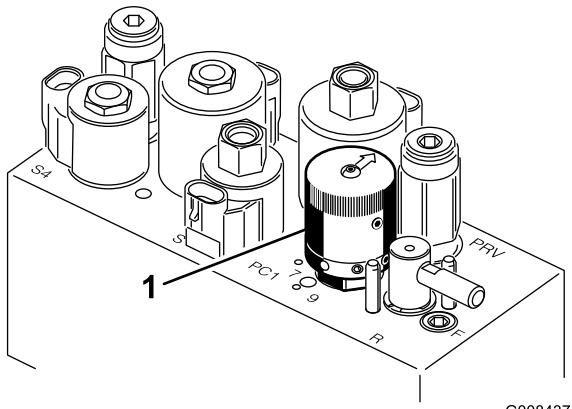

Рисунок 29
4. Для настройки частоты вращения барабана поворачивайте ручку управления (Рисунок 29), пока стрелки указателя не совместятся с числом, обозначающим требуемую настройку.